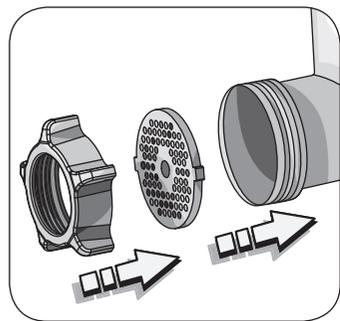

Fig. 4
- Posizionare la trafilatura per tritare la carne nella tramoggia (Fig. 4). Le tacche laterali devono inserirsi perfettamente negli intagli ricavati sulla tramoggia.
- Ruotare e stringere la ghiera (U) sulla tramoggia per bloccare l'accessorio utilizzato.